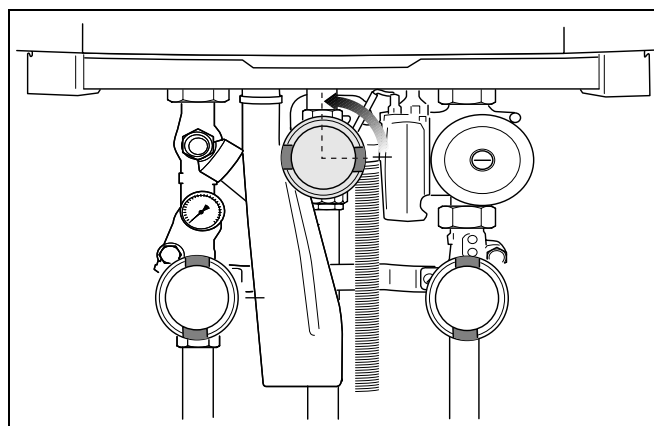

Рис. 76 Открытие крана для подачи газа
- Медленно открыть газ. Для этого нажать кран для подачи газа и повернуть влево на ¼ оборота (рис. 76).
- Медленно открыть газ. Для этого нажать кран для подачи газа и повернуть влево на ¼ оборота (рис. 76, стр. 59).